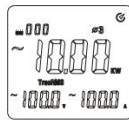

Figura 8-5
- Așa cum se arată în Figura 8-5, apăsați tasta SELECT pentru a selecta locația celei de-a 3-a faze. De asemenea, poate afișa puterea activă, tensiunea și curentul locației fazei 3. ϕ